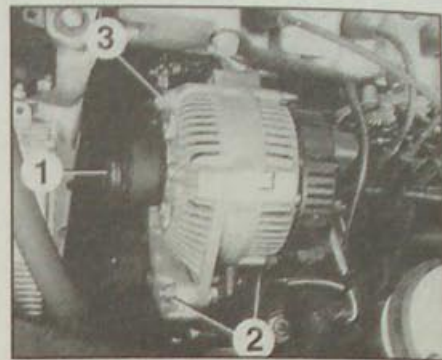

Рис. 15.3. Элементы крепления генератора на двигателе F:
- Ослабьте натяжение ремня привода генератора, отвернув болт крепления натяжного ролика (рис. 15.3).
- Отверните болт (2, рис. 15.3), гайку и болт (3) и снимите генератор.